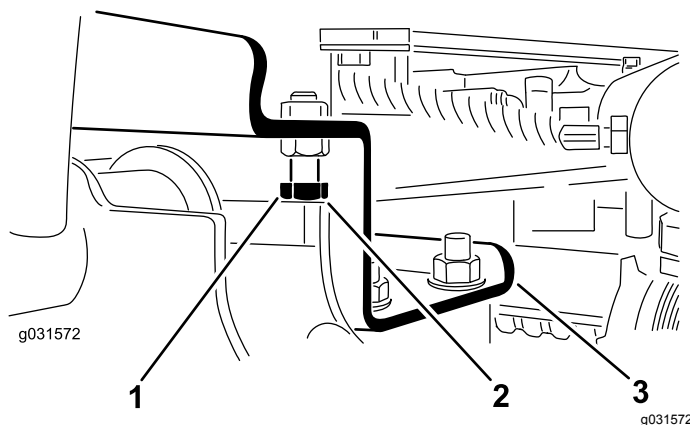

Figura 12
- A. Solte os parafusos de bloqueio (Figura 12).
2. Certifique-se de que a folga entre cada braço de elevação e pino de bloqueio é de 0,13 a 1,02 mm, conforme se mostra na Figura 12.